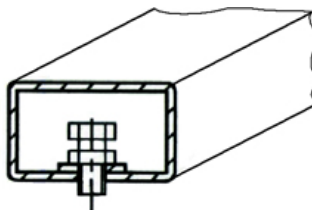

Рисунок 4.2
4.2.2 Установить станок на ровное жесткое основание, допустимое отклонение основания от горизонтали – 0.5° (8 мм на 1 метр), так, чтобы все опоры станка касались основания. Это обеспечивается при помощи 2-х регулируемых опор (рисунок 4.2).